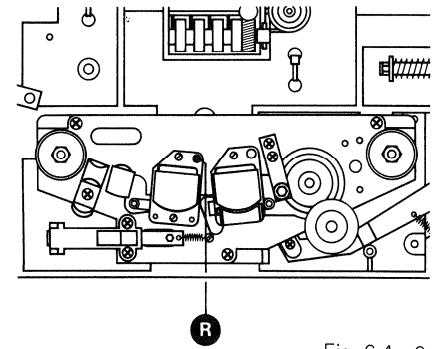

Fig. 6.4.—6
- Turn mode selector OUTPUT (22) to position MONO.
- Adjust screw (R) (fig. 6.4.—6) until a sharply rising, well defined maximum in output voltage is obtained.
- Tournez la vis de réglage (R) (fig. 6.4.—6) pour obtenir le signal de sortie maximum. Tournez la vis lentement en tenant compte du décalage des têtes.
- Sélecteur OUTPUT (22) sur MONO.
- Effectuez le réglage fin (très pointu) avec la vis (R) pour obtenir le signal de sortie maximum.